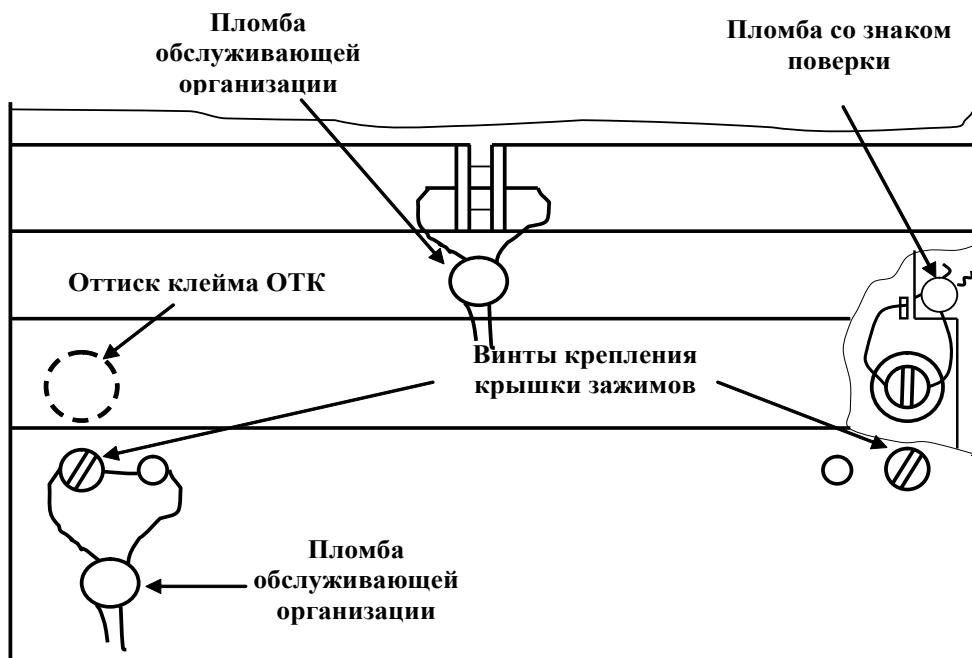

Рисунок 35 – Пломбирование счетчика и крепление крышки зажимов
- снять пломбу крышки зажимов, отвернуть два винта крепления и снять крышку зажимов (рисунок 35);